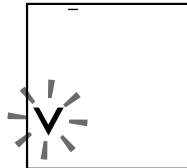

Рис. 12
2. Натиснете бутона START/STOP. На дисплея ще светне значката «V» за изпускане и уредът ще изпусне остатъчния въздух от маншона (рис.12).